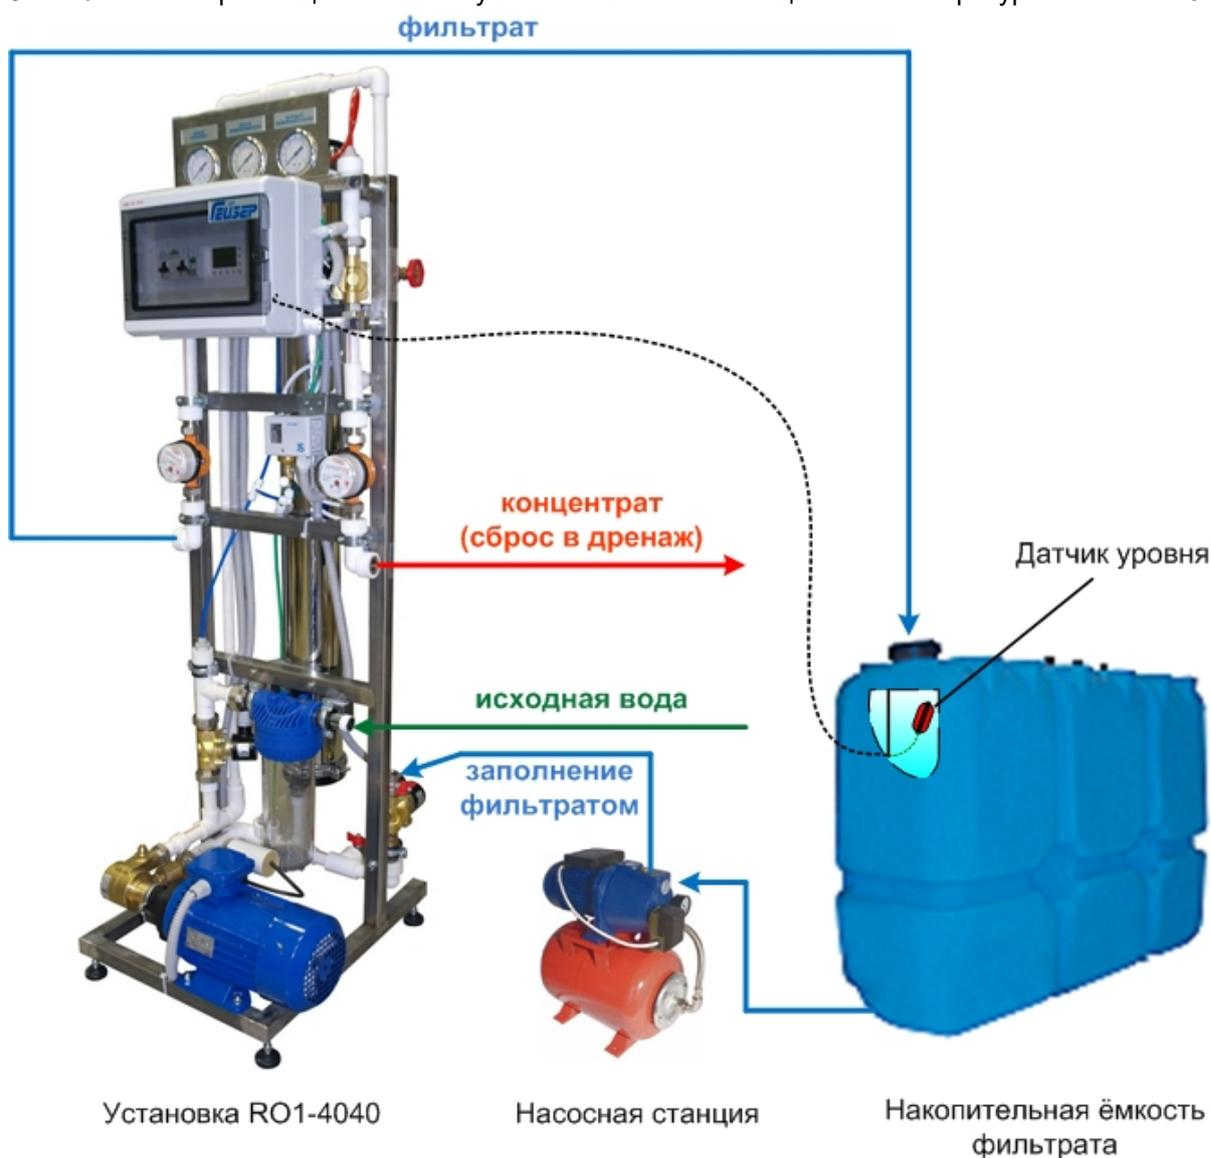

Рис. 4 Подключение трубопроводов к установке.
3.1.2. Подключить установку к магистрали исходной воды (давление – не менее 1,5 атм, расход не менее 700 л/час), выход фильтра – к отводящей магистрали чистой воды, выход концентрата – к дренажной системе(сброс – не менее 500 л/час). К крану К1 подключить магистраль подачи фильтра для заполнения при остановках (см. рис. 4). Рекомендуется на входе и выходе установки поставить отсекающие краны. Для нормальной работы установки потребитель должен обеспечить качество исходной воды не хуже указанного в табл.1.